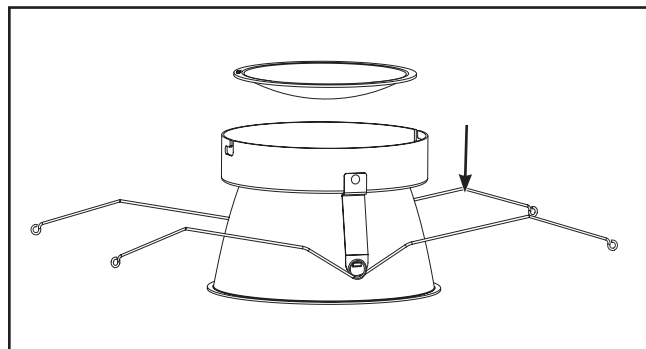

Figura 5.
2. Inserte la lente en la moldura inferior con su parte cóncava mirando hacia abajo (Figura 5.).